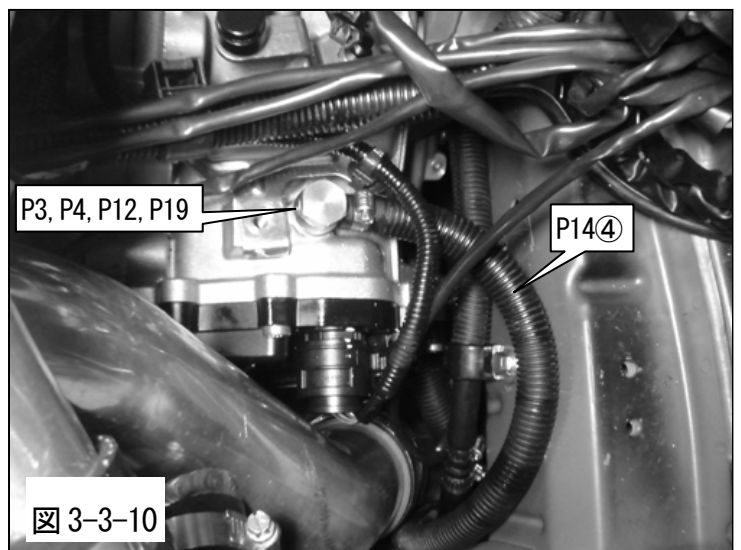

図 3-3-10
(17) バンジョー、SST ホースφ9④を SST フィラーに取付けてください。(図 3-3-10)